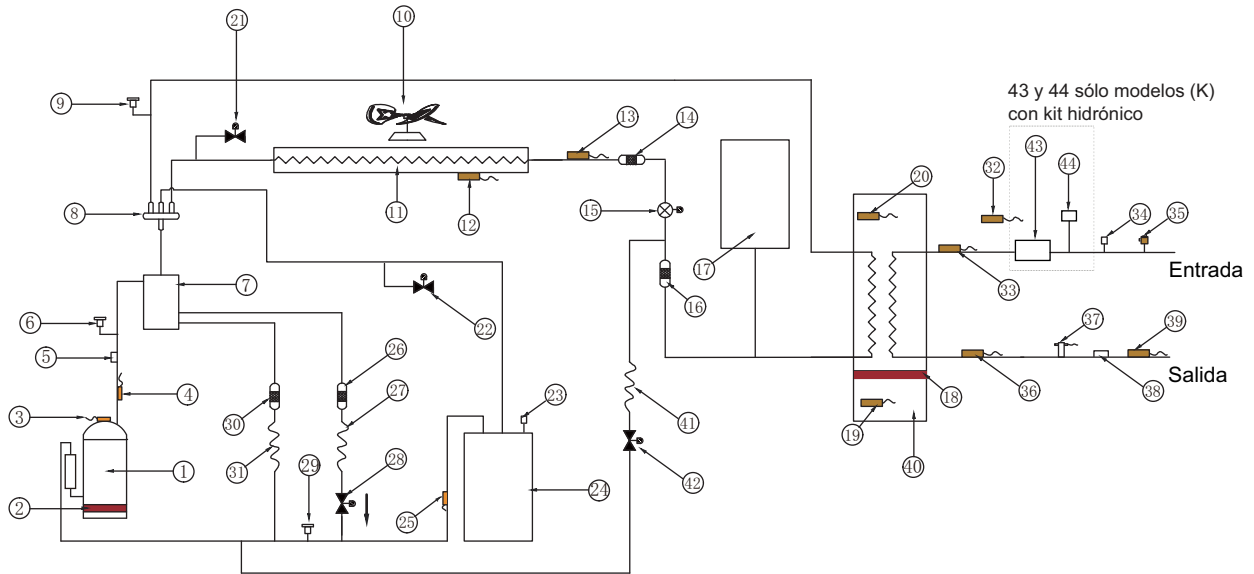

Fig. 8-5 Diagrama de componentes
### 8.3.1 Diagrama de QUEBEC 30 y QUEBEC 30(K) Fig. 8-5